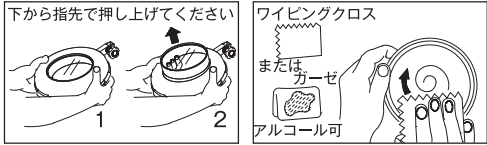

図 3
- レンズを外す場合は図3の様に下側から指先でゴム枠の縁を押し上げるようにしてください。